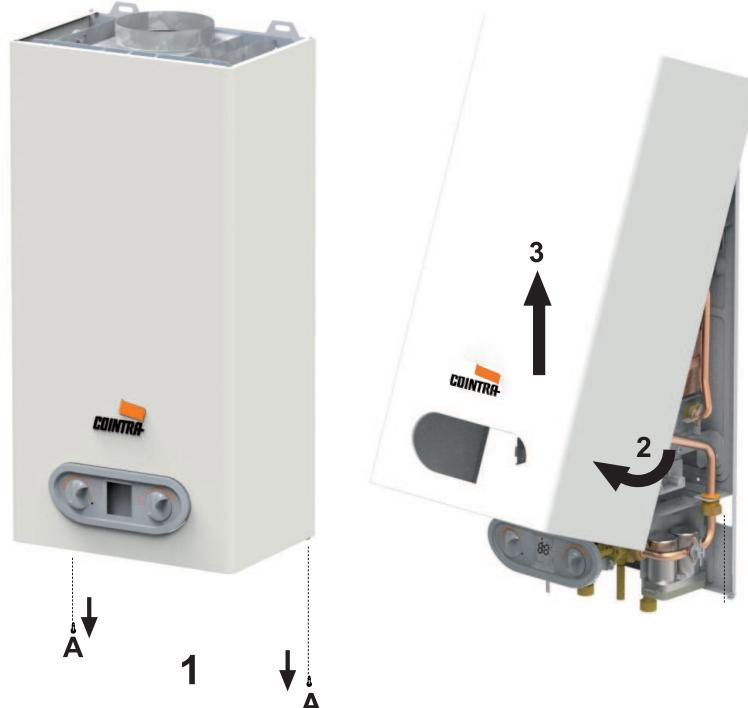

fig. 9 - Abertura da tampa
1. Desaperte os parafusos A (veja a Fig. 9).
2. Gire a carcaça (veja a Fig. 9).